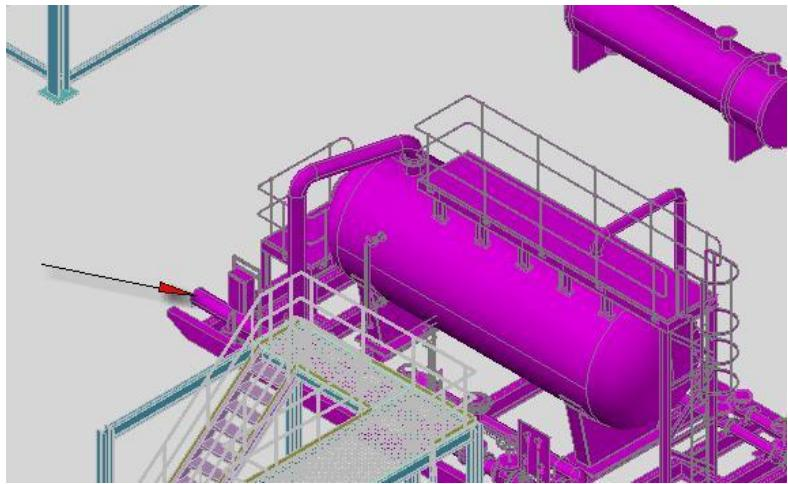

Рис. 108
- Далее привяжитесь к узлу приварного штуцера на **Сепараторе** (Рис. 108).